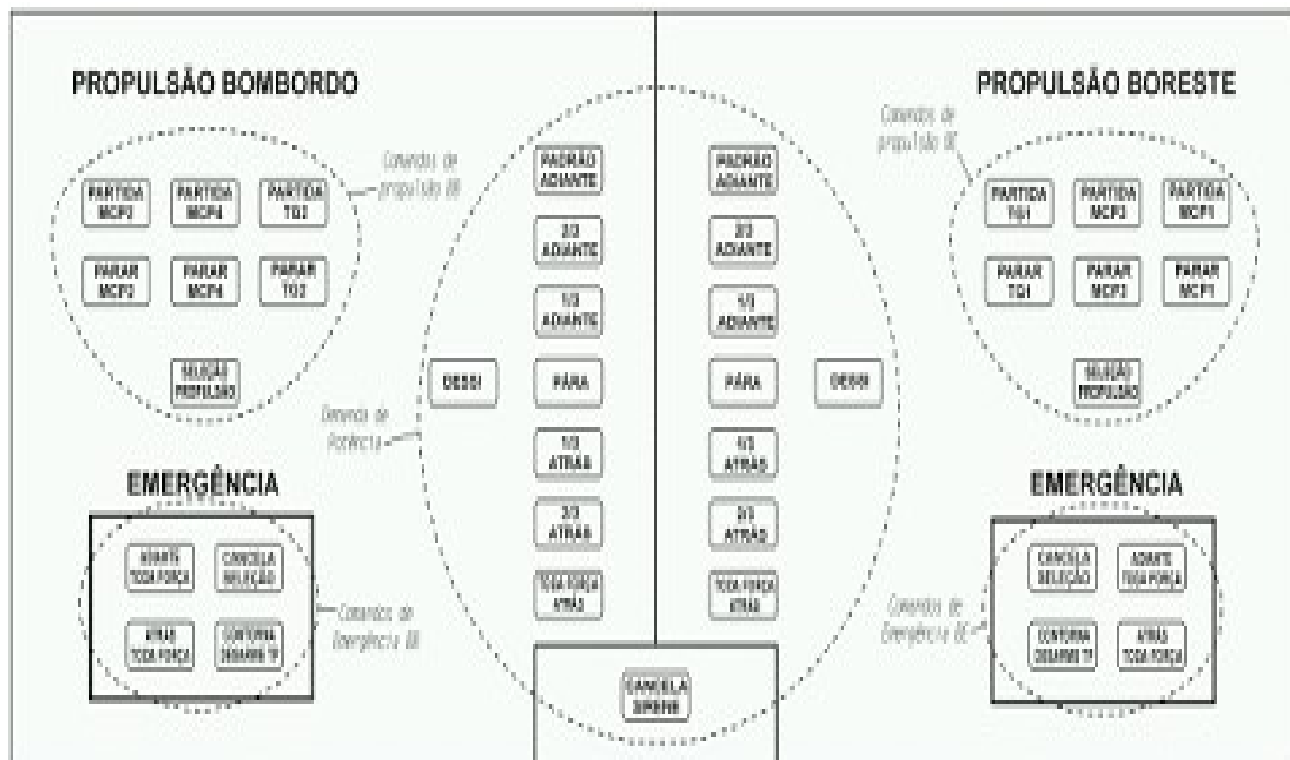
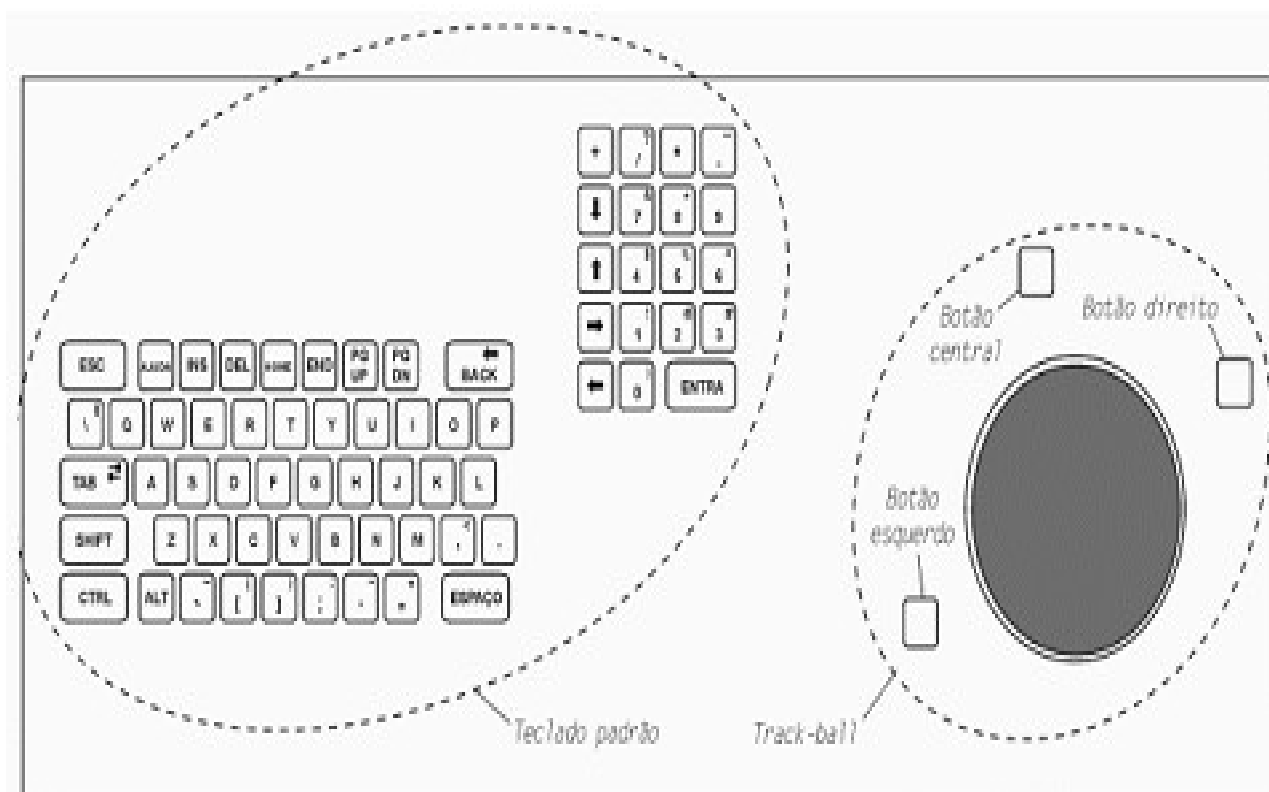

Figura 1.4. Teclado funcional
Figura 1.7. Teclado padrão com trackball
Elas possuem dois teclados de operação (**figura 1.4 e figura 1.7**) e um trackball, por meio dos quais o operador fetua comandos ou digita dados.
Um dos teclados é denominado teclado funcional, (**vide figura 1.4**) cujas teclas são dedicadas a comandos específicos do sistema. As teclas deste teclado estão agrupadas em duas áreas básicas, bombordo (BB) e boreste (BE). Os tipos de comandos são os seguintes:
O outro teclado é denominado teclado padrão (**vide figura 1.7**) tendo, à direita, o trackball. As operações neste teclado são semelhantes àsquelas dos teclados e mouse comuns de microcomputadores.